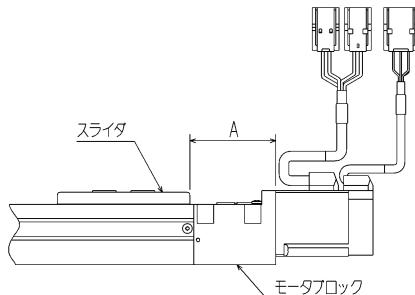
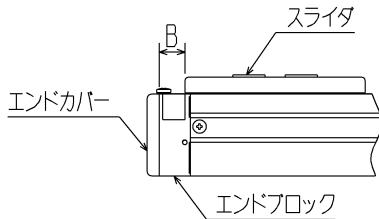

図 6.7-3
図 6.8-3
- (6) パラメータ2の原点復帰方式の値を“2”→“3”に変更設定してください。設定方法はCA25取扱説明書（基本編）13.4.11項を参照ください。
- (7) 原点復帰動作を行い、原点復帰が完了（モータの回転が停止）した後にスライダ端面を手動でモータブロック端面から A の距離位置に移動させてください。（図 6.7-3 参照）
- (10) 電源 OFF → ON 後、原点復帰をして図 6.7-3 の位置になることを確認してください。
- (11) (3) の手順でステンレスシートを元のように組み立ててください。ステンレスシートは、たるみが生じないようにピンと張ってください。
- (7) 原点復帰動作を行い、原点復帰が完了（モータの回転が停止）した後に、スライダを手動で、エンドプロック端面から“B”の距離位置に移動させてください。（図 6.8-3 参照）
- (10) 電源 OFF → ON 後、原点復帰をして原点位置が、図 6.8-3 の位置になることを確認してください。
- (11) (3)の手順でステンレスシートを元のように組み立ててください。ステンレスシートは、たるみが生じないようにピンと張ってください。
- (11) 電源OFF→ON後、原点復帰を行い、停止位置が、モータ側原点の場合：図6.7-3の“A”寸法、反モータ側原点の場合：図6.8-3の“B”寸法になることを確認してください。
- (12) (3)の手順でステンレスシートを元のように組み立ててください。ステンレスシートは、たるみが生じないように張ってください。